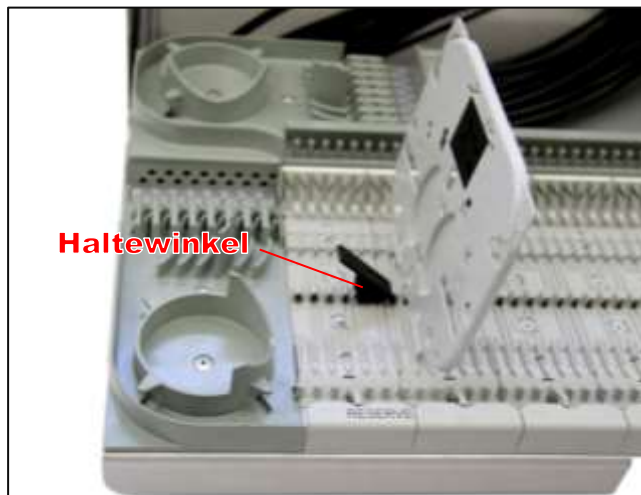

Abb. 10
- 1 x Haltewinkel (siehe Abb. 10)
- Haltewinkel (in Pos. 2, Abb. 10) in Steckplatz 6 einstecken.